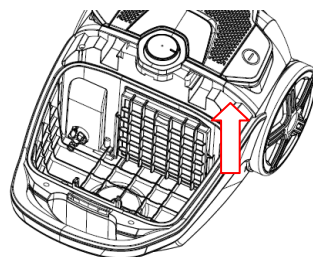

Abb. 14
2. Einlassfilter: Reinigen Sie den Filter mit warmem Wasser und lassen Sie ihn vollständig trocknen, bevor Sie ihn wieder in das Gerät einsetzen. (Abb. 14)